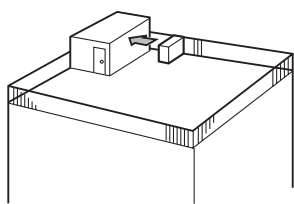

Fig. 2-4
- ① Vend luftutløpet mot nærmeste tilgjengelig vegg, omtrent 500 mm unna veggen. (Fig. 2-4)